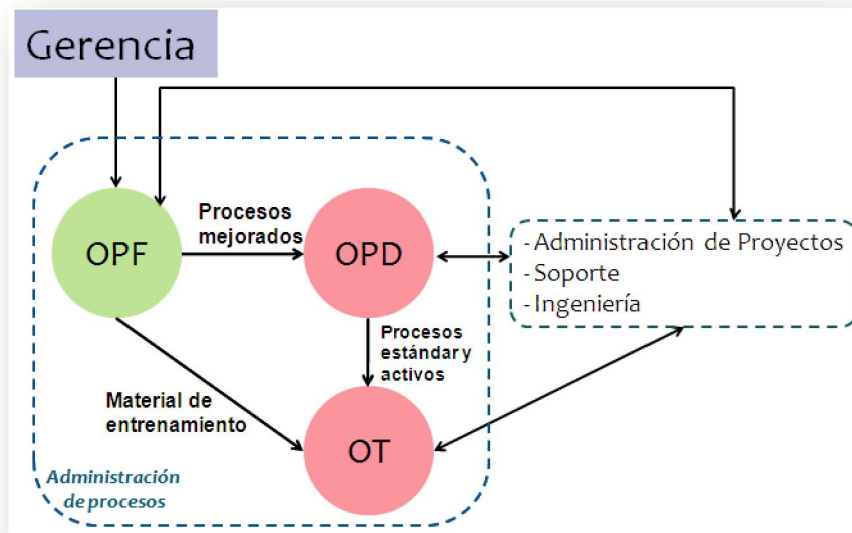

Figura 5 - Relación entre las áreas de administración de procesos
Las áreas de proceso que forman parte de la categoría de administración de procesos se encargan de establecer una infraestructura de mejora de procesos. Existen tres áreas de proceso pertenecientes al nivel 3 dentro de la categoría mencionada: OPD, OPF y *Organizational Training* (OT). Las relaciones entre estas áreas pueden apreciarse en la Figura 5.